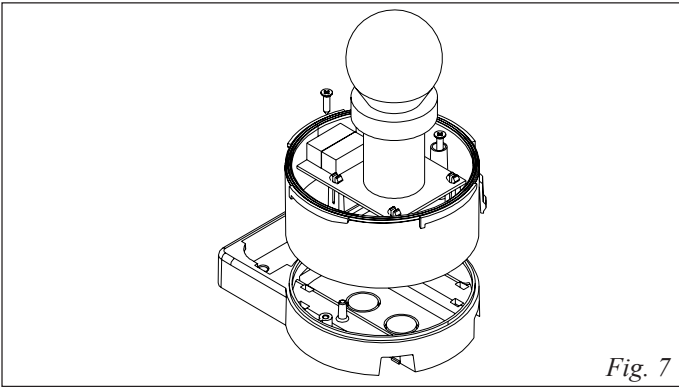

Fig. 7
- 10- Fissare la base calotta al supporto lampeggiante utilizzando le due viti in dotazione (Fig. 7).